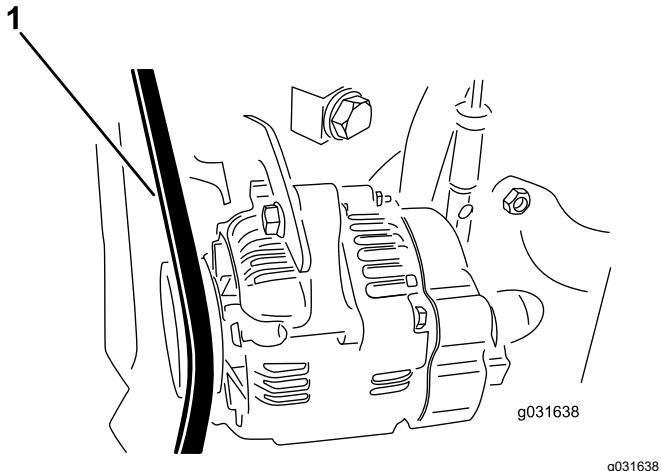

Figura 58
2. Aplique uma força de 30 N na correia do alternador a meio caminho entre as polias (Figura 58).